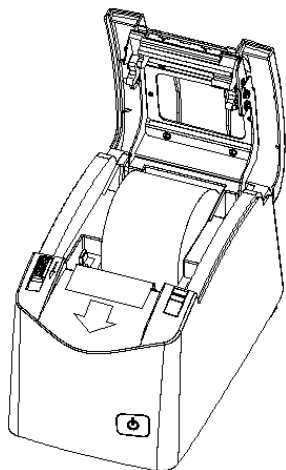

图 1-3 打印机上纸(2)
3、沿着出纸方向，将纸拉出一段距离然后合上上盖，如图 1-3。